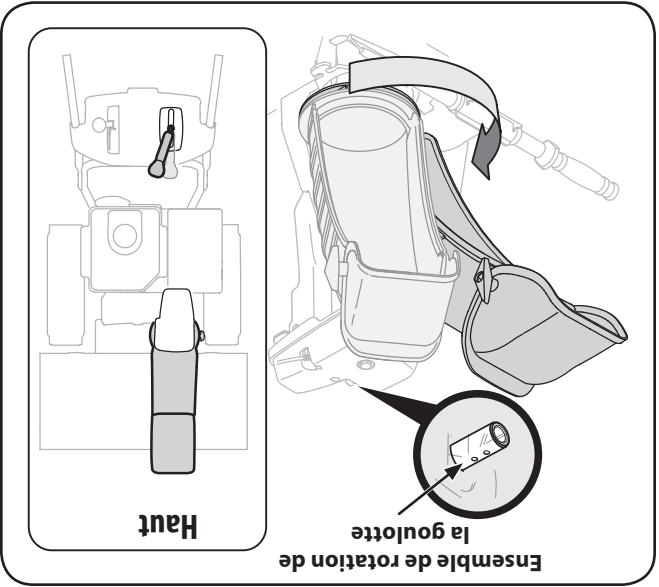

Fig. 3-6
4. Serrez le déclencheur sur le levier de commande et pivotez la goulotte par la main pour faire face à l'avant de la soufflante. Les trous sur l'ensemble de rotation de la goulotte devraient être placés vers le haut. Voir la Fig. 3-6.
- REMARQUE :** Le levier de commande sera légèrement incliné vers la droite à la position de 1 heure. Voir le vue de dessus à la Fig. 3-6.